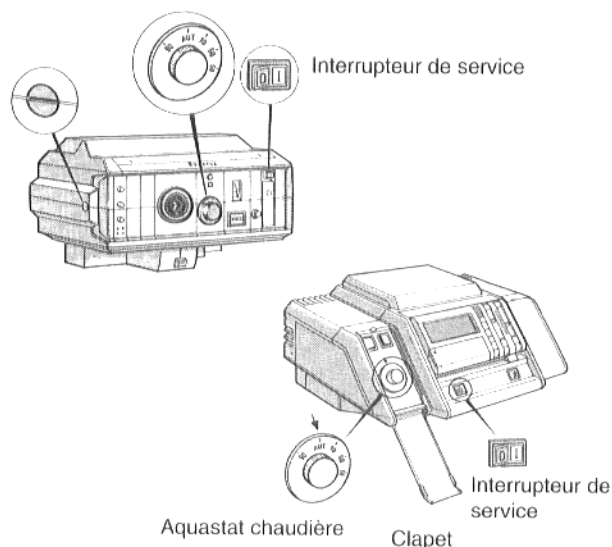

Fig. 9
- Mettre l'interrupteur de service (fig. 9) en position 0.